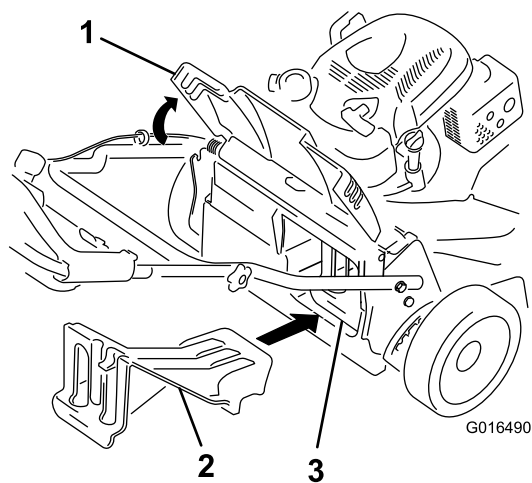

Рисунок 24
- Если задняя выпускная заглушка не установлена, возьмите ее за рукоятку, поднимите заднюю дверцу и вставьте ее в желоб заднего выброса, пока защелка не зафиксирована на месте, см. Рисунок 24.
**Внимание:** Убедитесь, что задняя выпускная заглушка установлена на своем месте, и произведите утилизацию травы и срезанных листьев (Рисунок 24).